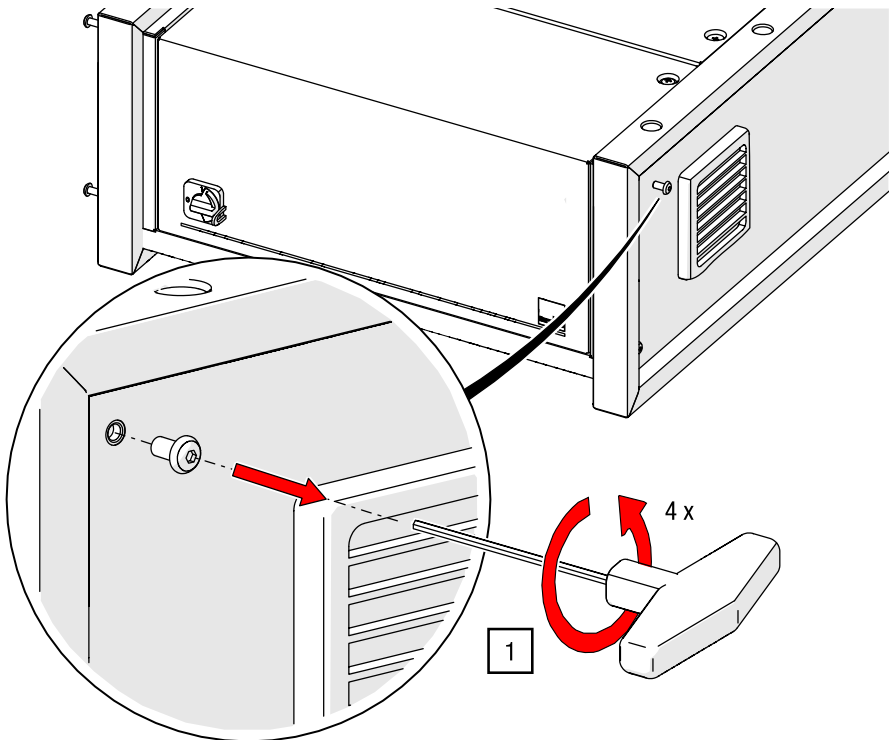

Abb. 33: Steuerung G-FRAME – Schrauben für Montagewinkel lösen (Modell kann abweichen)
Steuerung G-FRAME	Das Bedienfeld ist an der Frontseite der liegenden Steuerung montiert (siehe Abb. 33).
1. Lösen Sie die vier vormontierten Innensechskantschrauben im vorderen Bereich mit ISK SW 4 (siehe Abb. 33).